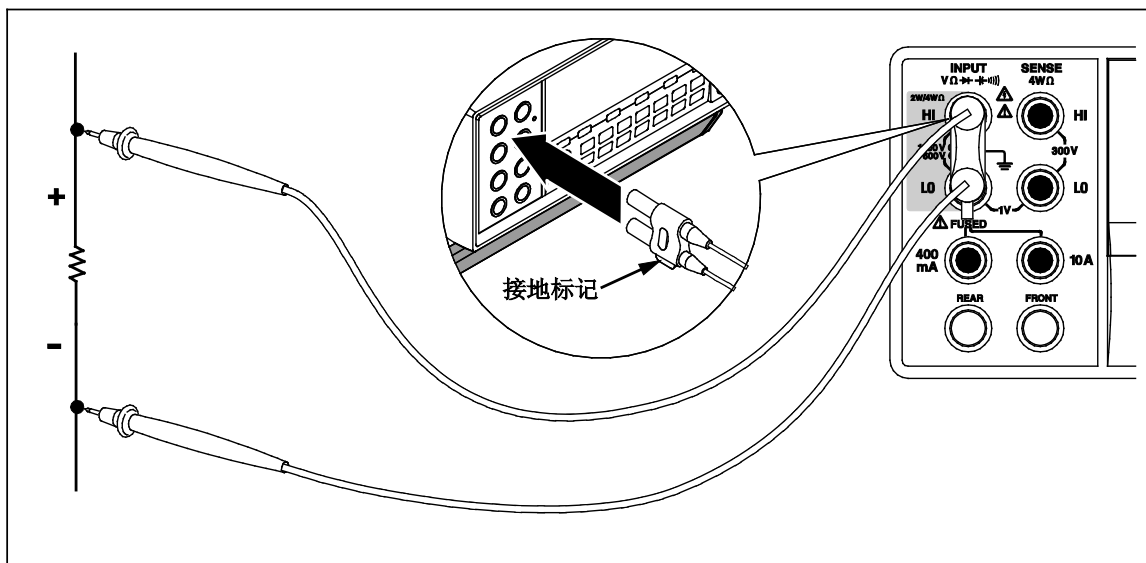

图 4-3. 使用 2x4 线的 4 线电阻的输入连接
1. 如图 4-3 所示，将测试线连接至数字多用表的输入连接器。